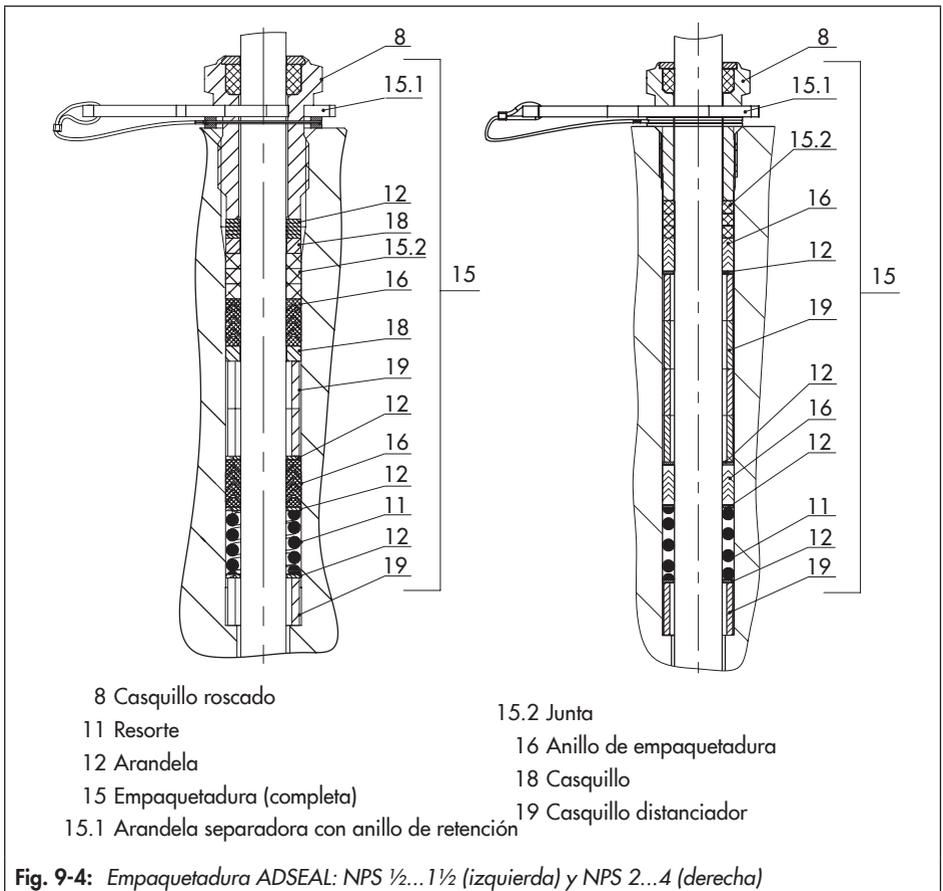

Fig. 9-4: Empaquetadura ADSEAL: NPS 1/2...1 1/2 (izquierda) y NPS 2...4 (derecha)
2. Deslizar cuidadosamente las partes de la empaquetadura por el vástago del obturador con una herramienta adecuada en su alojamiento. Prestar atención al orden de las partes, ver Fig. 9-4.
4. Colocar la arandela separadora roja (15.1) entre el casquillo roscado (8) y el anillo de retención, ver Fig. 9-4.